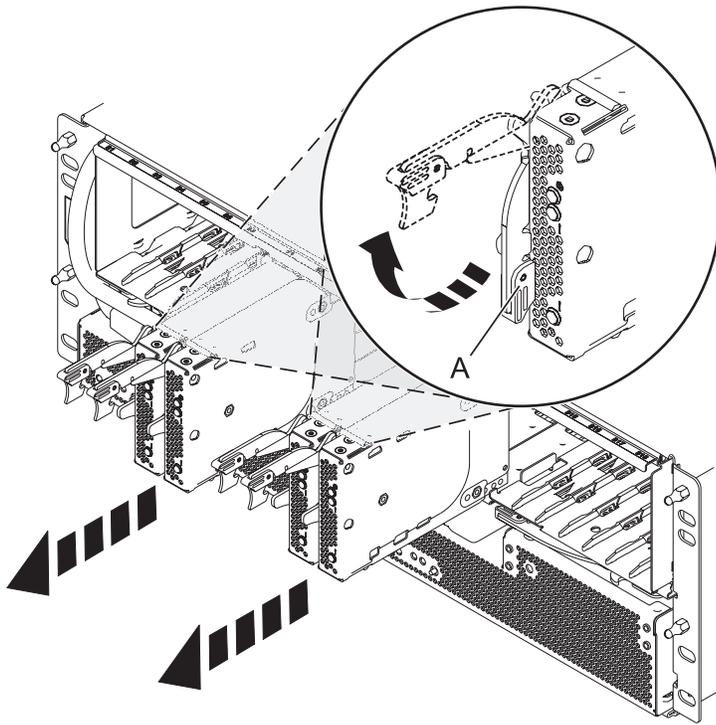

Abbildung 52. Anschlusskarte aus Rückwandplatine ausbauen
5. Bauen Sie die Anschlusskarten und Platzhalterelemente aus (siehe Abb. 52 auf Seite 70).
- a. Halten Sie den Verriegelungsgriff (A) am Ende fest und ziehen Sie ihn nach oben, um die Anschlusskarte zu entriegeln.